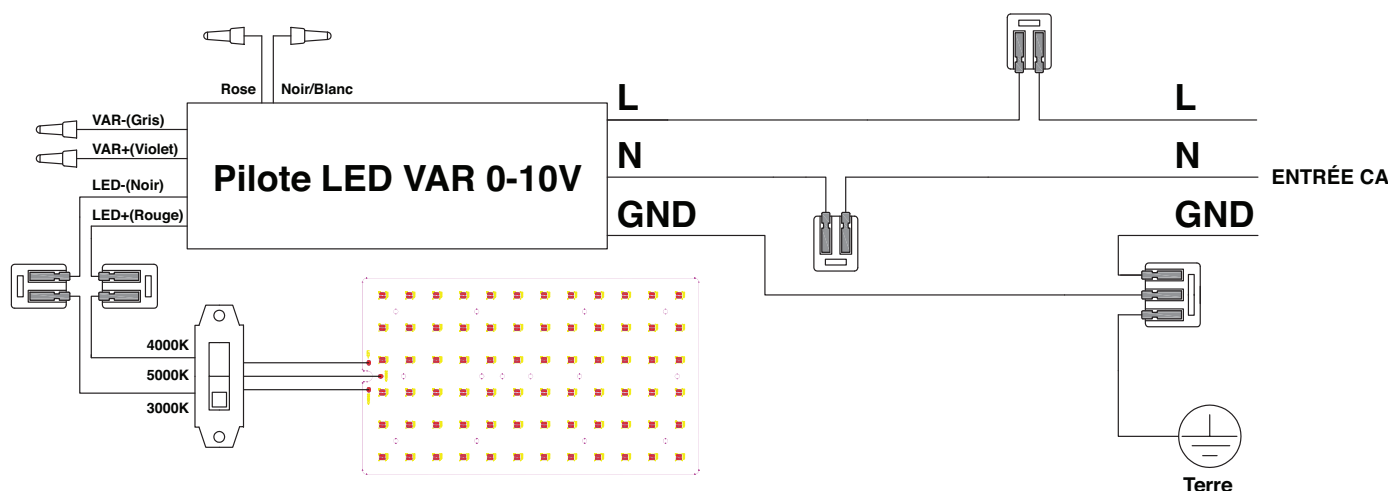
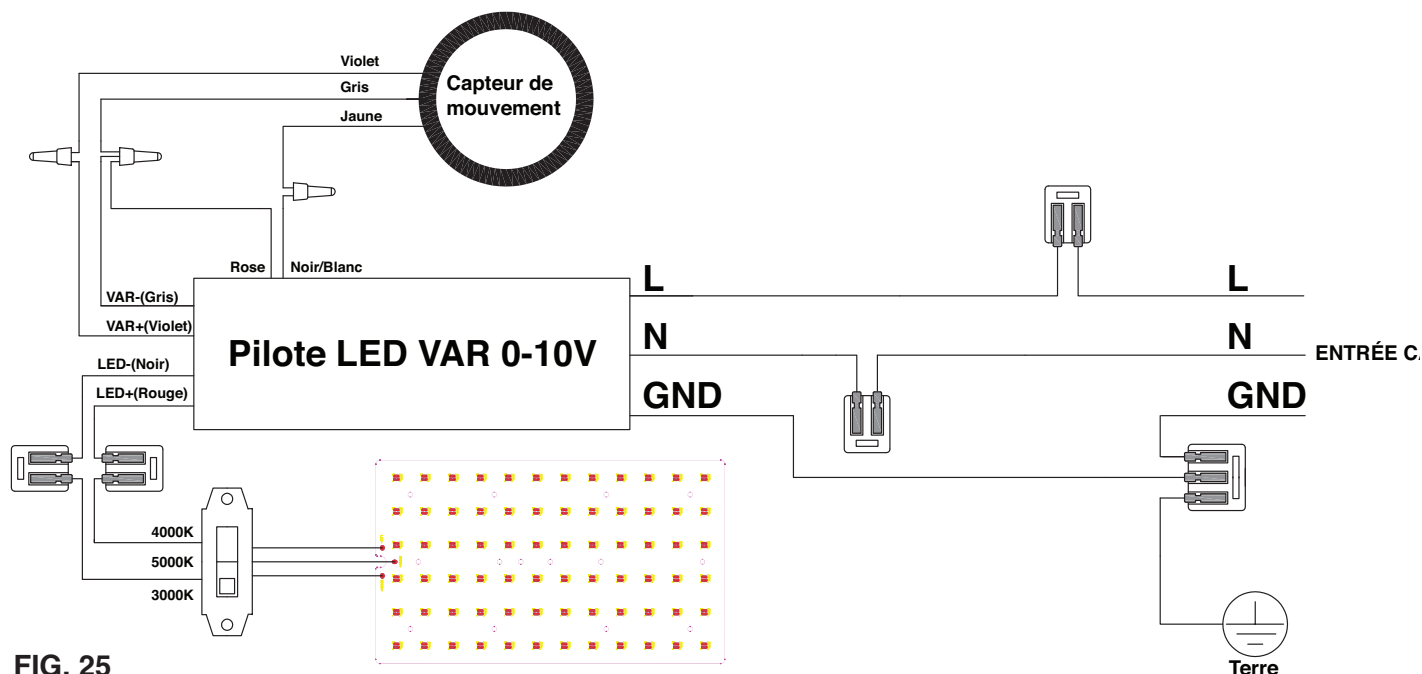

FIG. 23
FIG. 25
3. Les **FIG. 23** à **26** montrent le câblage interne de quatre configurations différentes dans le compartiment du pilote (Au cas où il faut enlever ou remplacer un composant dans le compartiment du pilote, veuillez consulter les figures de câblage ci-dessous (**FIG. 25** à **28**) et par rapport à la situation courante, reprenez l'utilisation du luminaire en connectant les fils).
1. La **FIG. 23** montre le câblage où un seul pilote LED est utilisé dans le compartiment du pilote, sans options.
3. La FIG. 25 montre le câblage lors de l'utilisation d'un capteur de mouvement.